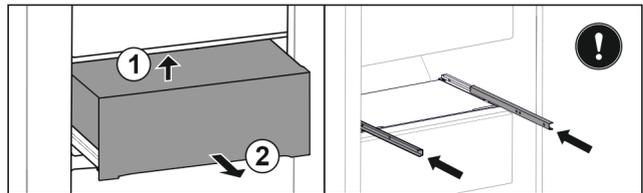

Fig. 29\*
- ▶ Sollevare dal basso sul lato posteriore Fig. 29 (1)\*
- ▶ Rimuovere tirando in avanti Fig. 29 (2)\*